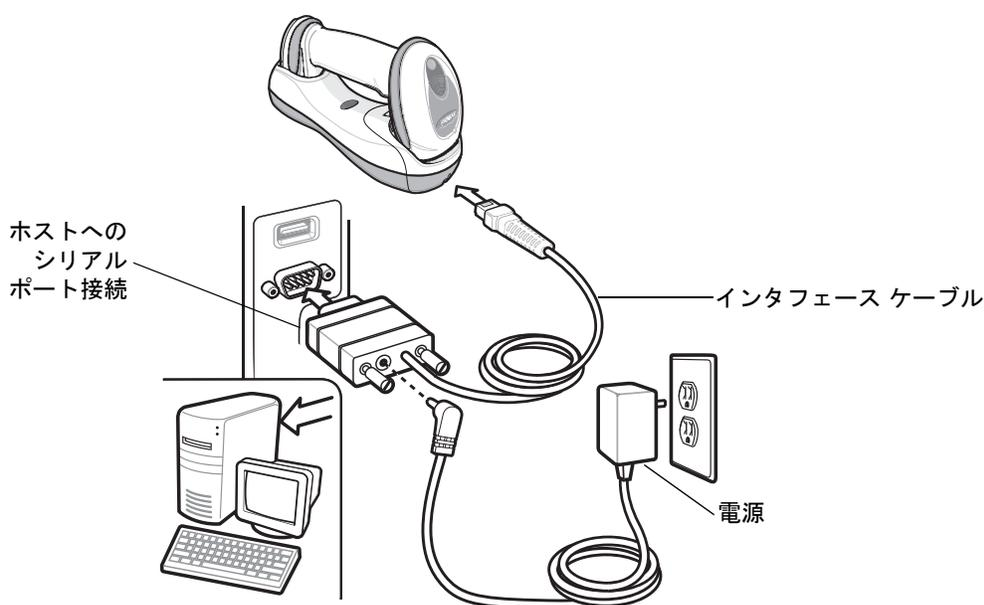

図 8-1 RS-232 直接接続
- ✓ **注** インタフェース ケーブルは構成によって異なります。図 8-1 に示したコネクタは一例です。実際には、別のコネクタが使用される場合もありますが、クレードルの接続手順は同じです。